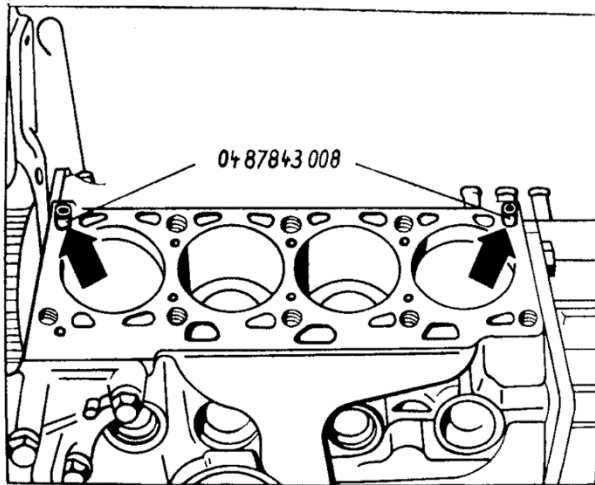

Bild M 23. Führungsbolzen
1. Zum Zentrieren den Führungsbolzen für den Zylinderkopf 04 87843 008 in die Bohrungen für die Zylinderschrauben (8) und (10) einschrauben (siehe die Pfeile im Bild M 23).